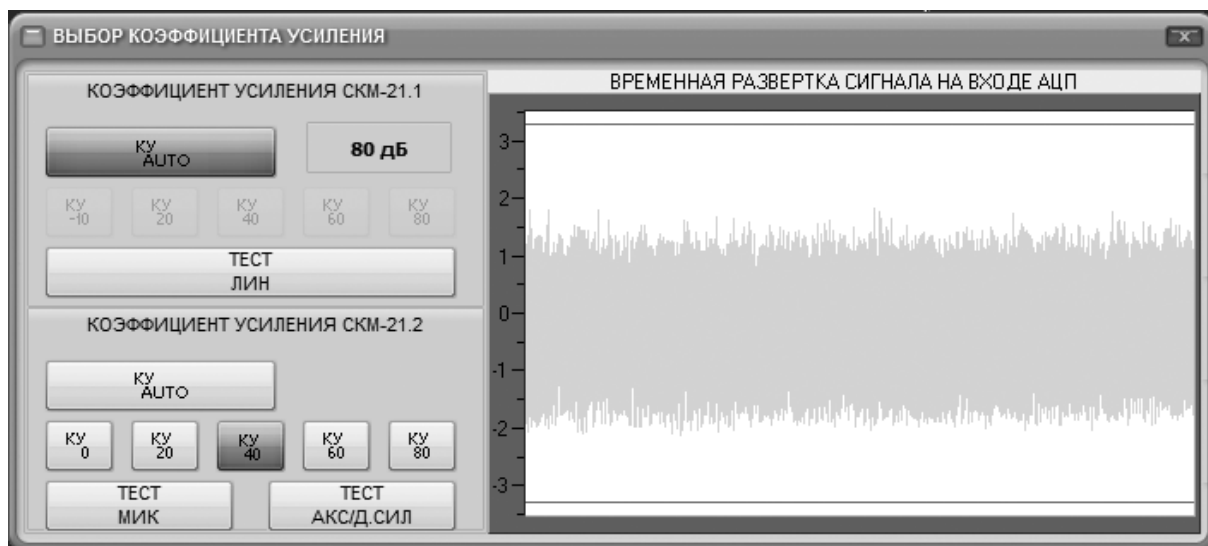

Рисунок 11 – Общий вид экранной формы «ВЫБОР КОЭФФИЦИЕНТА УСИЛЕНИЯ»
10.9.1 Выход в экранную форму выбора коэффициента усиления производится нажатием кнопки «» главной экранной формы (поз. 9 на рис. 3). Данная экранная форма позволяет установить способ выбора и значения коэффициентов усиления измерительных каналов анализатора СКМ-21, а также визуально оценить сигнал на входе аналого-цифрового преобразователя (АЦП) (см. п. 4 настоящего руководства). Вид данной экранной формы приведен на рис. 11.
10.9.3 В программе «СКМ-2 ПО» предусмотрено два режима управления коэффициентом усиления анализаторов измерительных блоков - ручной и автоматический. Кнопка «» предназначена для выбора способа задания коэффициента усиления. При нажатом состоянии данной кнопки коэффициент усиления будет подбираться автоматически, а кнопки задания фиксированного значения коэффициента усиления «КУ -10» «КУ 80» блокируются (см. рис. 11). Между запуском процесса измерения и его фактическим началом в ходе паузы в несколько секунд выполняется процедура автоматического подбора коэффициента усиления. Значение
10.9.4 Если кнопка «  » отжата, то коэффициент усиления выбирается в ручном режиме, при этом кнопки задания фиксированного значения коэффициента усиления «КУ -10» «КУ 80» активируются (см. рис. 11). Они соответствуют значениям -10 дБ, 20 дБ, 40 дБ, 60 дБ и 80 дБ для блока СКМ-21.1 и значениям 0 дБ, 20 дБ, 40 дБ, 60 дБ и 80 дБ для блока СКМ-21.2. При нажатии любой из этих кнопок будет назначен фиксированный коэффициент усиления и измерение будет начинаться с малой задержкой (порядка одной секунды).
10.9.5 Для исключения некорректных измерений при задании коэффициента усиления в ручном режиме рекомендуется использовать кнопки «ТЕСТ ЛИН», «ТЕСТ МИК», «ТЕСТ АКС/Д СИЛ», которые позволяют визуально оценивать характер анализируемых сигналов по их осциллограмме, выводимой в окне временной развертки сигналов (см. рис. 11). Задавая значения коэффициентов усиления оператор должен добиться, чтобы отображаемый сигнал с одной стороны имел максимальную амплитуду, а с другой стороны не превосходил диапазон $-3В \dots 3В$, обозначенный горизонтальными линиями на экране временной развертки. Тестовые кнопки также можно использовать и при автоматическом выборе коэффициента усиления для того, чтобы удостовериться в правильном автоматическом выборе коэффициента усиления.